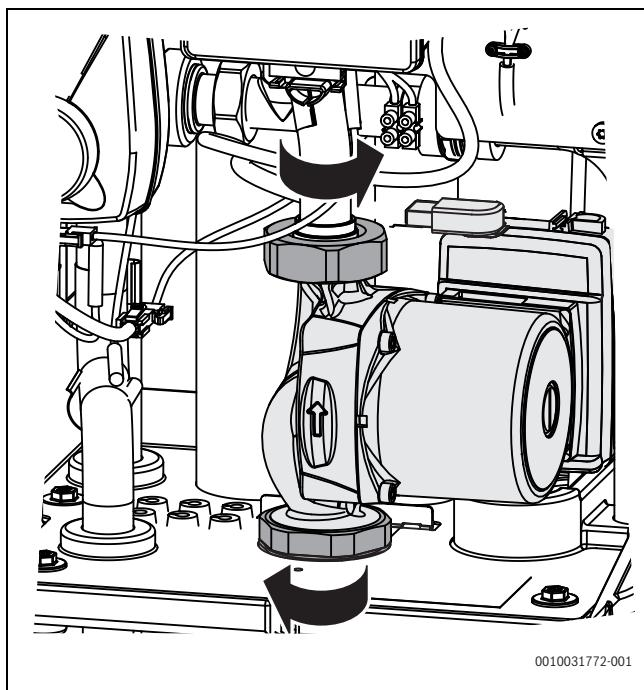

Fig. 43 Allentamento dei dadi a risvolto
- ▶ Allentare i dadi a risvolto sul circolatore e rimuovere il circolatore con le guarnizioni (→fig. 43). Con un attrezzo adeguato, esercitare una forza antagonista sulle connessioni giurate.